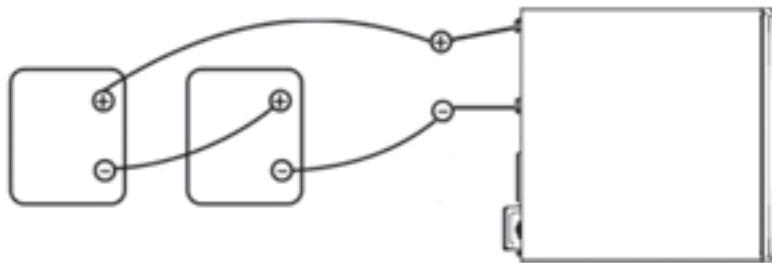

Рис. 2
2) Подключение нескольких аккумуляторных батарей, соединенных последовательно (см. рис. 2): У всех батарей должно быть одно и то же напряжение и емкость. Сумма напряжений батарей должна равняться номинальному напряжению данного устройства.